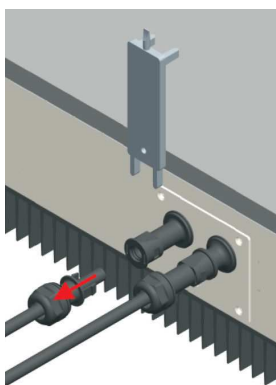

Fig.7
- Per effettuare il collegamento, servirsi di connettori MC4 (Multi Contact) , non forniti in dotazione con l'apparecchio (**Fig. 7**).